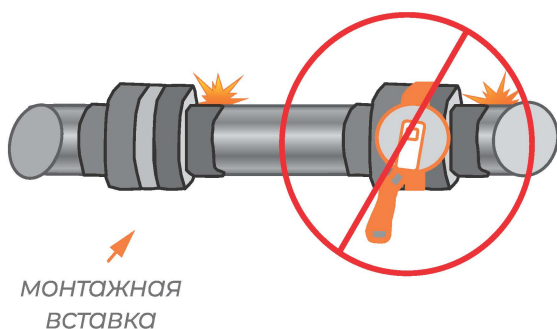

Рисунок 8
**3.1. Использование монтажной вставки (предпочтительный способ монтажа, рис. 8).** В данном случае приварка фланцев к трубопроводу осуществляется с помощью установленной между фланцам монтажной вставки. После окончательной приварки фланцев вставка